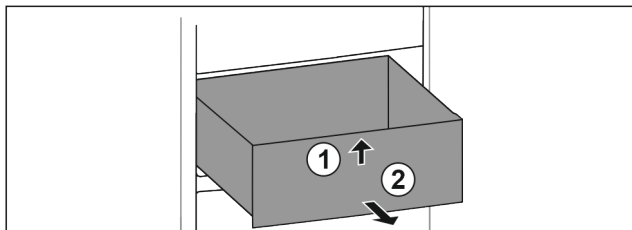

Fig. 120
- ▶ Løft skuffen fremefter. Fig. 120 (1)
- ▶ Tag skuffen ud fremefter. Fig. 120 (2)